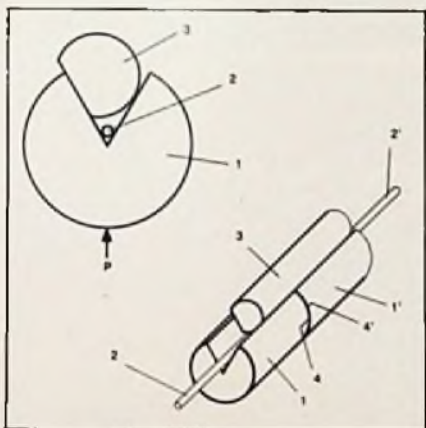

Bild 5. Neuartiges Verbindungsprinzip einer Faser-Faser-Kopplung
Erstmals wurde im Herbst vergangenen Jahres ein Verbindungsprinzip vorgestellt, das diese bisherigen Nachteile vermeidet. Die für die Funktion der Steckverbindung wichtigsten Teile sind in Bild 5 im Querschnitt und in einer perspektivischen Ansicht dargestellt. Das Kernstück des Kupplers bilden zwei Keramikzylinder (1 und 1'), die längs ihrer Oberfläche einen V-förmigen Einschnitt zur Aufnahme der Fasern (2 und 2') aufweisen. Die zu verkopplenden Fasern werden darin mit einem Kleber so befestigt, daß ihre Endflächen mit den Stirnflächen der Zylinder (4 und 4') bündig abschließen. In die Vertiefung greift ein seitlich angeschliffener Stahlstift (3) derart ein, daß die Schlifffläche und eine der Seitenflächen des V-förmigen Einschnittes aufeinander treffen. Keramikzylinder (1') und Stift (3) sind starr im Buchsenteil der Kupplung befestigt, während der Keramikzylinder (1) lose im Steckerteil gehalten ist. Beim Zusammenfügen der beiden Kupplungshälften schiebt sich der über die Stirnfläche (4') des Zylinders (1') etwas hinausragende Stift (3) in den V-förmigen Einschnitt des Zylinders (1). Durch die Kraft (P) einer Feder wird er an den Führungsstift (3) angepreßt und in die gewünschte Lage gebracht. Die Genauigkeit, mit der zwei Zylinder bzw. zwei Fasern in der Kupplung zu-